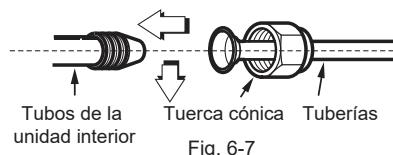

Fig. 6-7
- Apriete la tuerca de ensanchamiento lo suficiente (consulte la Fig. 6-7).